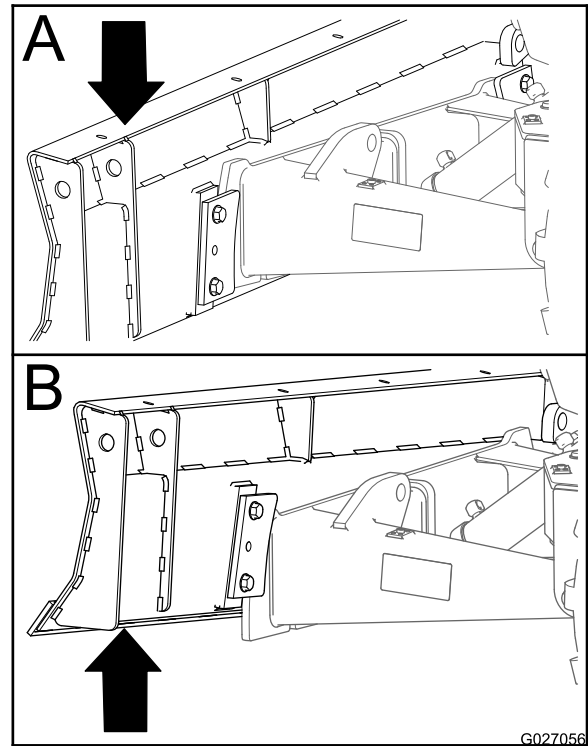

Figura 35
- Compruebe la holgura de la hoja de relleno moviéndola a mano (Figura 35).